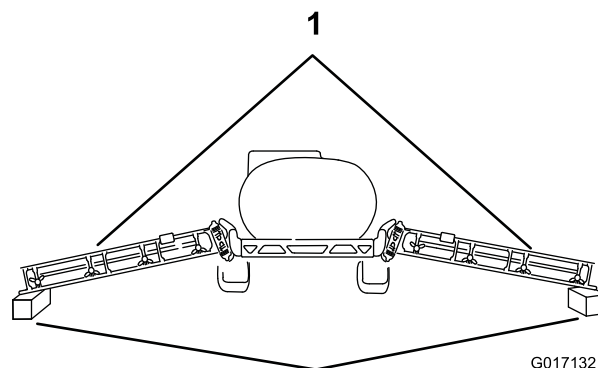

Figura 5
3. Baixe cuidadosamente as rampas para blocos de madeira cerca de 10 cm de altura (Figura 5).